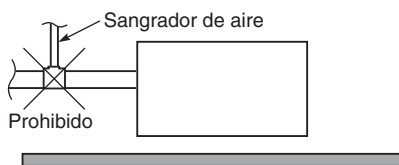

Fig. 3-10
- No instale un sangrador de aire porque podría causar la salpicadura de agua por la salida del tubo de drenaje. (Fig. 3-10)